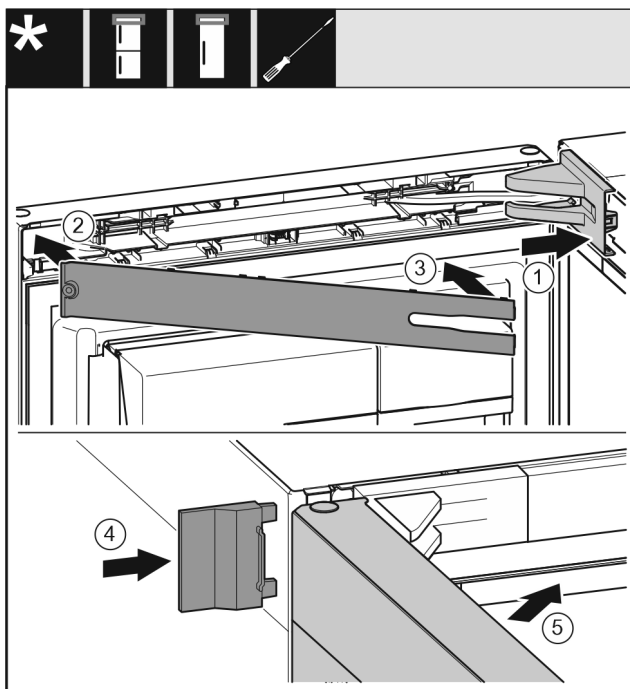

Fig. 22
- ▶ Namestite pokrov in ga zataknite, po potrebi ga previdno potisnite narazen. *Fig. 22 (1)*
- ▶ Namestite zaslonko. *Fig. 22 (2)*
- ▶ Obrnite zaslonko navznoter in jo zataknite. *Fig. 22 (3)*
- ▶ Potisnite zunanji pokrov gor. *Fig. 22 (4)*
- ▶ Zaprite zgornja vrata. *Fig. 22 (5)*